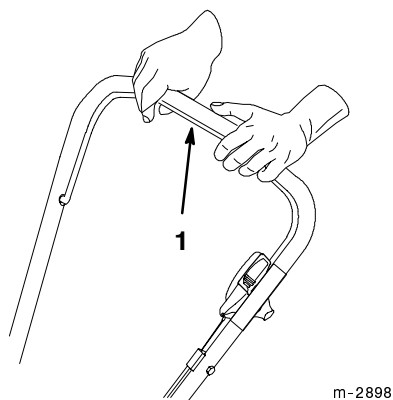

Figure 18
4. Serrer la barre de commande contre la poignée (Fig. 18).